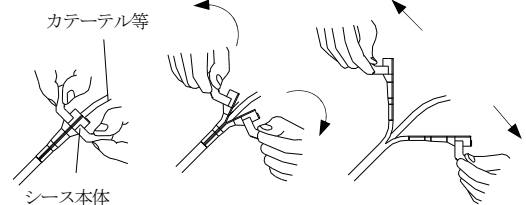

図3
- \*12. カテーテル等は動かさず、シース本体の持ち手部分を持って、シース本体のみをいったん分割し、シースを血管から徐々に引き抜きながら、均等の力で左右に慎重に裂いて取り除く(図3参照)。